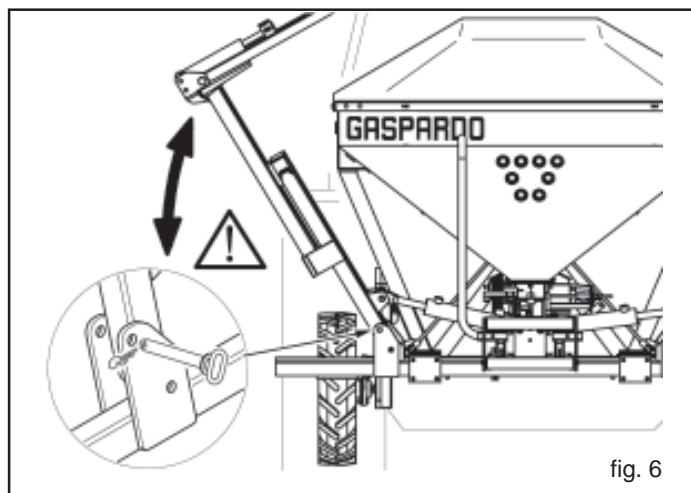

fig. 6
- 7) Les déplacements en dehors de la zone de travail doivent avoir lieu avec l'équipement en position de transport et avec les sécurités appropriées activées (Fig. 6).